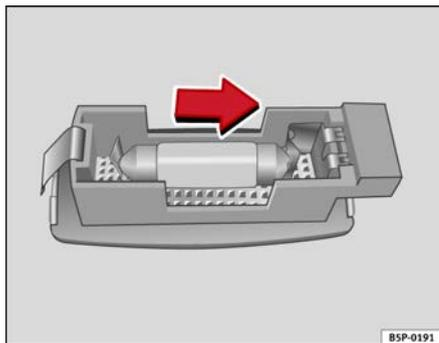

Fig. 192 Desmontaje luz del parasol
- Retire la luz con cuidado, utilizando el destornillador por su parte plana, tal como indica la figura. ⇒ fig. 192.
- Retire la lámpara, moviéndola en el sentido de la flecha y hacia afuera. ⇒ fig. 192 ■